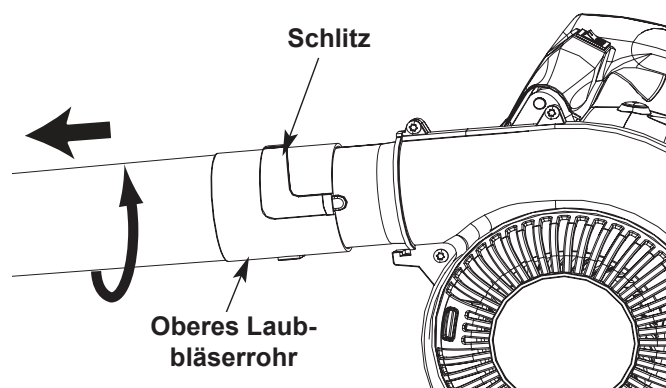

Abb. 3
1. Drehen Sie das obere Laubbläserrohr gegen den Uhrzeigersinn, bis es sich von der Ausblasöffnung löst (Abb. 3).